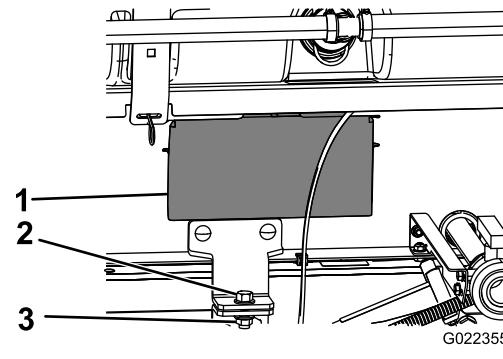

Bild 36
- 8. Befestigen Sie die Befestigungshalterung des Behältergestells mit einer Schraube ($\frac{1}{2}''$ x $1\frac{1}{2}''$) und einer Sicherungsmutter ($\frac{1}{2}''$) an der Ladepritschenhalterung am Rahmen auf beiden Seiten der Maschine, wie in Bild 36 abgebildet.
- 5. Nehmen Sie die Abdeckplatten an beiden Seiten des Gestellrahmens ab (Bild 36).